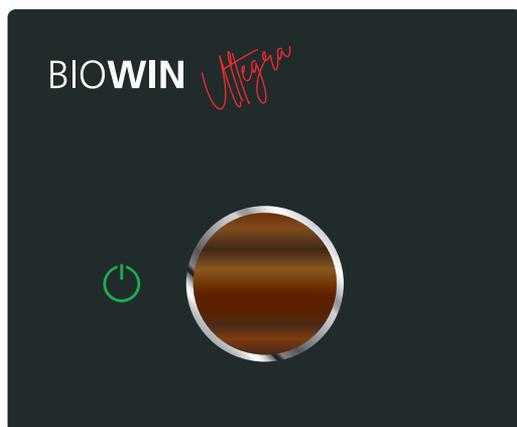

Fig. 60 BioWIN Ultegra désactivé
- ▶ Arrêter la chaudière au moyen du bouton myMagic  (voir point 12.5 sur la page 24) et attendre que l'extinction soit terminée, le symbole  s'allume en permanence et le cercle coloré est éteint (env. 20 min.) – Fig. 60.
- ▶ C'est pourquoi il faut absolument mettre la chaudière hors tension lors de travaux de nettoyage ou de réparation (par ex. en débranchant la fiche de secteur) – Fig. 60.